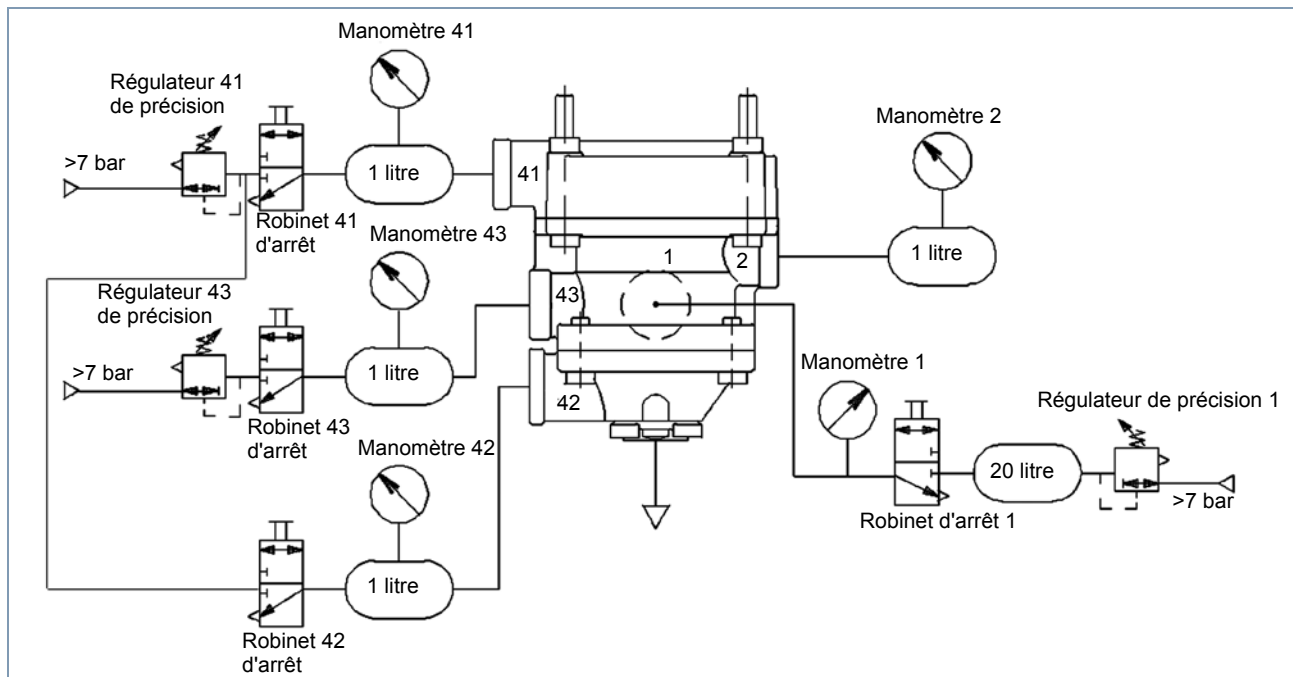

Fig. 3 Schéma de contrôle
- Banc d'essai 435 197 000 0 ou un dispositif de contrôle adapté (voir fig. 3)
**i** Si aucun banc d'essai 435 197 000 0 n'est disponible, contrôler l'appareil selon le schéma suivant (voir fig. 3).